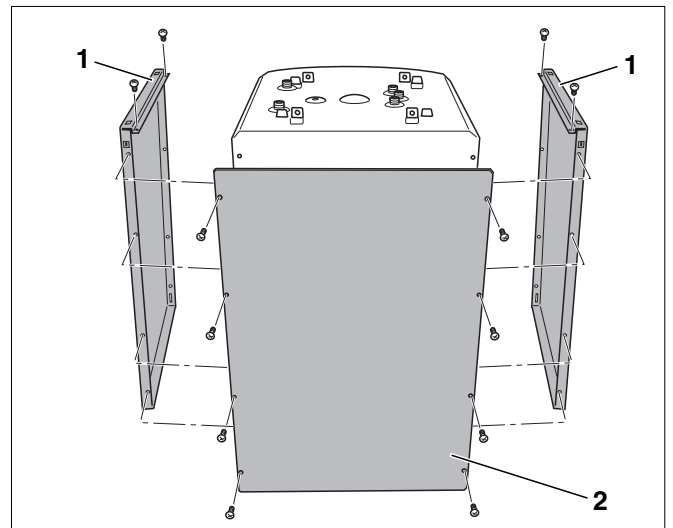

Fig. 6 Démontez les panneaux latéraux et arrière
- Dévisser les vis du panneau arrière (fig. 6, **pos. 2**).
- Dévisser les quatre vis sur la partie supérieure des panneaux latéraux (fig. 6, **pos. 1**).